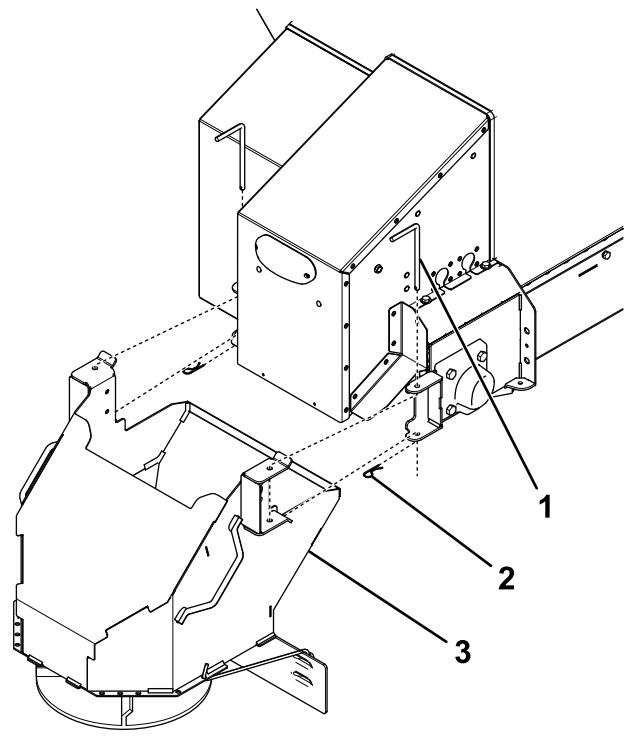

Figura 11
1. Retire y guarde los pasadores de enganche y las chavetas del conjunto de disco distribuidor (Figura 11)
2. Acople el conjunto de disco distribuidor al esparcidor y sujételo con los pasadores de enganche y las chavetas que retiró anteriormente (Figura 11).